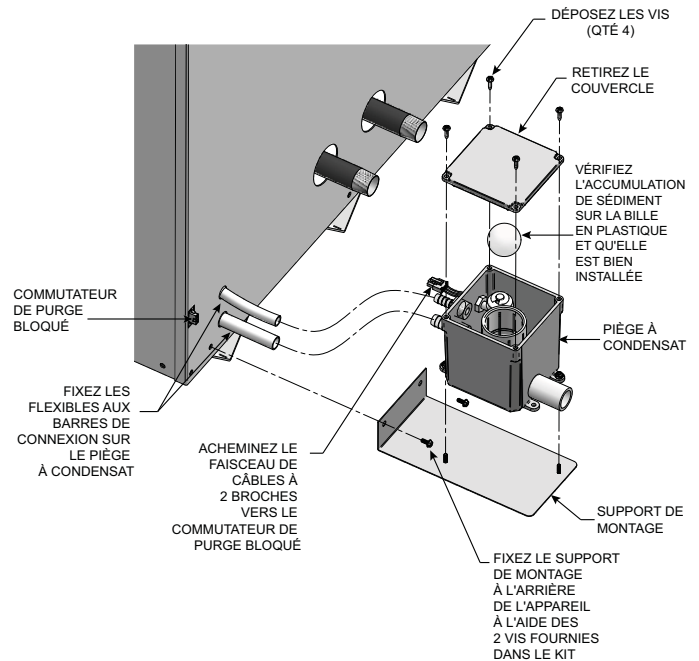

Figure 6-1 Installer le piège à condensat
1. Repérez le kit du piège à condensat expédié démonté avec l'appareil. Le kit comprend une base de montage en tôle, deux (2) écrous et le piège à condensat.
2. Installez la base de montage du piège à condensat sur l'arrière de l'appareil dans le coin inférieur gauche, comme indiqué à la FIG. 6-1. Utilisez les trous pré-percés sur l'appareil pour fixer la base de montage à l'appareil.
3. Fixez le piège à condensat à la base à l'aide des deux (2) écrous fournis avec le kit. Le piège doit être orienté de façon que les connexions cannelées soient tournées vers l'appareil (FIG. 6-1).
5. Repérez les deux flexibles qui sortent de l'arrière de l'appareil. Raccordez le plus gros flexible sur l'appareil à la connexion cannelée inférieure sur le piège à condensat. Fixez le flexible à la cannelure avec un collier de serrage fourni sur place (FIG. 6-1).
6. Raccordez le plus petit flexible sur l'appareil à la connexion cannelée supérieure sur le piège à condensat. Fixez le flexible à la connexion cannelée avec un collier de serrage fourni sur place (FIG. 6-1).
7. Acheminez le faisceau de câbles à 3 broches entre le piège à condensat et le connecteur correspondant sur le bas de l'arrière de l'appareil comme illustré à la FIG. 6-1. C'est le commutateur de sécurité de purge loquée. Ce commutateur arrête l'appareil si le piège à condensat se remplit trop de liquide.
8. Retirez les quatre (4) vis fixant le couvercle supérieur au piège à condensat et retirez le couvercle (FIG. 6-1).
9. Repérez la bille en plastique à l'intérieur du tube flottant. Vérifiez qu'il n'y ait rien sous la bille qui puisse l'empêcher de se positionner correctement (FIG. 6-1).
12. Remettez en place les quatre (4) vis retirées à l'étape 8.
13. Une connexion de tuyau en 1/2" est fournie sur le piège à condensat. Raccordez un tuyau ou un tube approprié à cette connexion (voir FIG. 6-1).